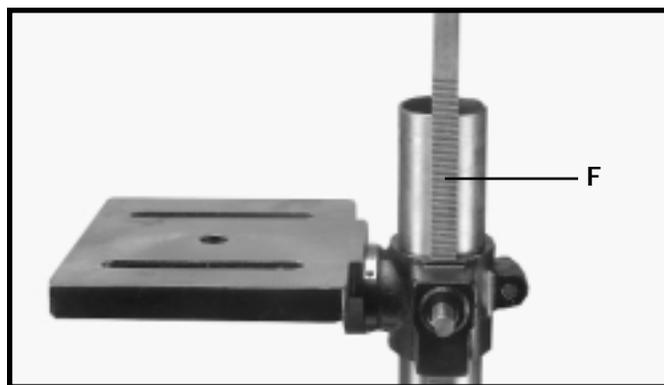
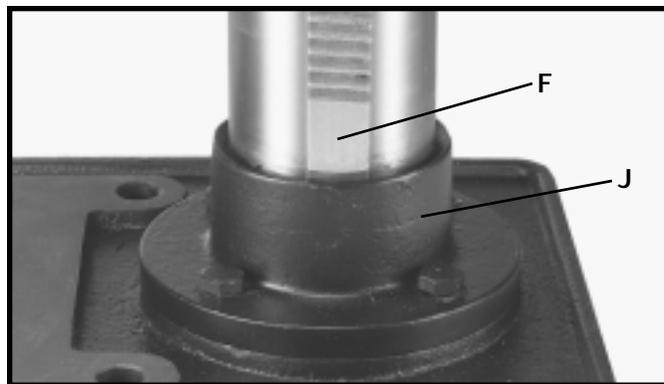

Fig. 7
Fig. 8
4. Installez la crémaillère (F) fig. 7, le plateau et le support du plateau sur la colonne de la perceuse, comme l'illustre la figure. Assurez-vous que le bas de la crémaillère (F) fig. 8 se loge bien dans la bride (J) au bas de la colonne.